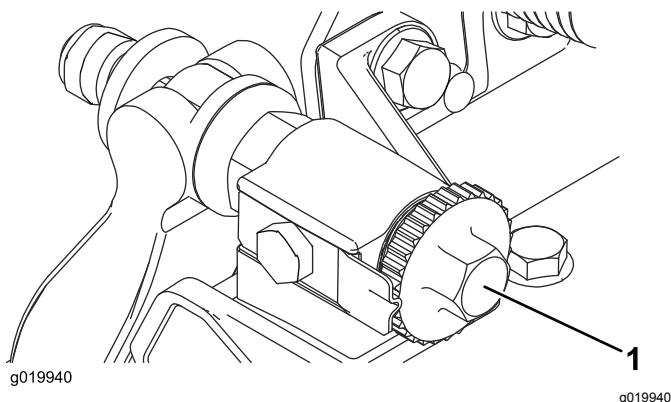

Figura 9
2. Girate in senso antiorario le viti di regolazione della barra di appoggio per accertarvi che la barra di appoggio non tocchi il cilindro (Figura 9).